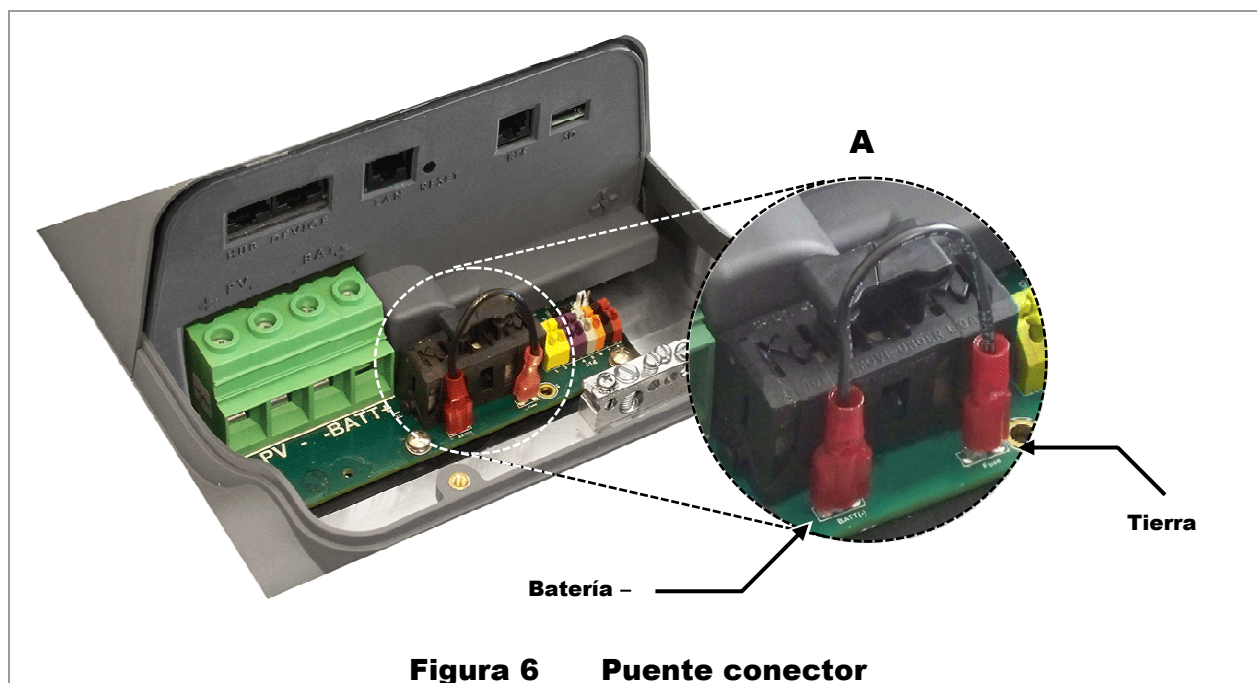

Figura 6 Puente conector
El FLEXmax 100 usa un cable de puente conector para crear una conexión a tierra funcional para un conductor. Al conectar este cable, se completa una conexión mecánica (unión) entre un conductor de la batería y la tierra. La posición por defecto crea una conexión a tierra negativa, la configuración más común (elemento en **A** Figura 6).
- Retire el cable del puente conector (elemento **A** en Figura 6).
Si se requieren configuraciones de conexión a tierra del sistema FV o métodos GFDI alternativos, retire el cable del puente conector a tierra de todos los reguladores FLEXmax 100. (Consulte la Figura 6.) No retire los fusibles GFDI de ningún regulador. Una vez que se ha quitado cable de conexión, el dispositivo externo de fallo a tierra se puede instalar de acuerdo con sus propias instrucciones.